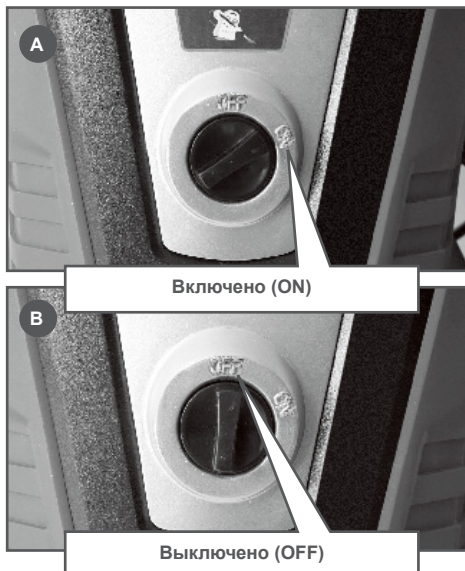

Рис. 9 Положение выключателя аппарата
4. Переверните выключатель аппарата в положение «ON» (Включено) (Рис. 9А). Электродвигатель включится на короткий промежуток времени и сразу выключится.
1. Установите выключатель в положение «Выключено» (Рис. 9В).